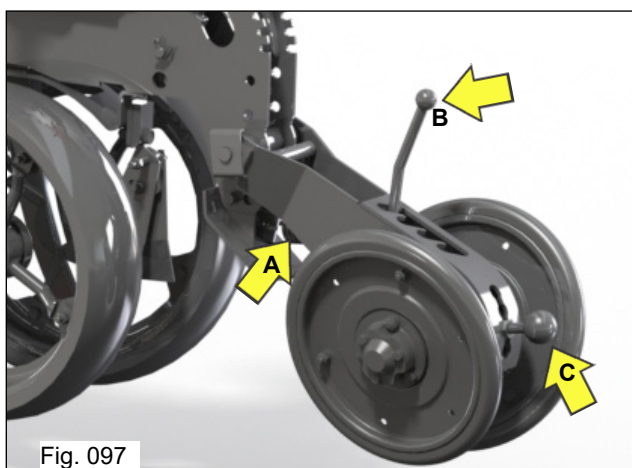

Fig. 097
A regulagem das rodas compactadoras (Fig. 097), também é um fator fundamental para o bom plantio. Promove o fechamento e a compactação do sulco de plantio, facilitando a germinação e desenvolvimento da planta. A **3080 SUPERA** portanto conta com dois recursos de regulagem:
a) Mola vertical "A": é pressionada através da mudança de posição da alavanca "B", 4 posições, dando maior ou menor pressão de apoio das rodas sobre o solo. Para solos mais pesados (argilosos), regule com mais pressão; para solos mais arenosos, utilize menor pressão (Fig. 097).